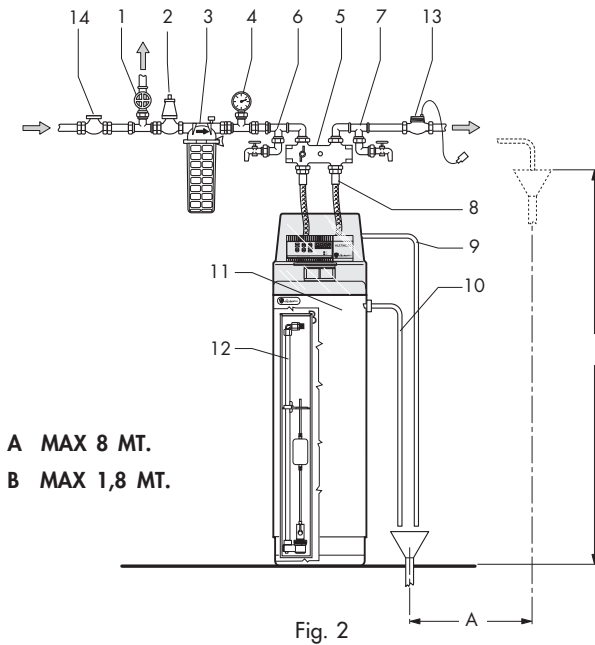

Fig. 2
- Conéctelo hidráulicamente como indica el esquema de la Fig.2, pág. 105, conectando la entrada del agua dura y la salida del agua descalcificada como indican las flechas que hay en la válvula.
- El pocito o embudo de recogida del agua de desagüe no tiene que superar un desnivel de 1,8 m.del suelo.El tubo de desagüe no se puede alargar más de 8 m. y no tiene que crear limitaciones considerables de caudal (ver fig.2, pág. 105).